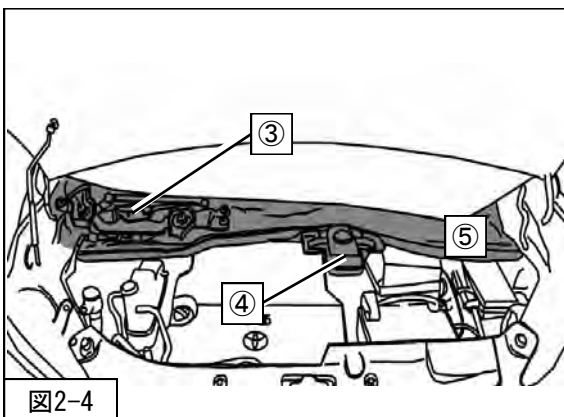

図2-4
9. ⑤カウルトップパネル（締付トルク：12N・m）を取付けてください。（図2-4）
10. ④ブレーキリザーバタンク（締付トルク：8N・m）を取付け、コネクターの接続と配線クランプをかん合させてください。（図2-4）
11. ③ワイパーモーター（締付トルク：5.5N・m）を取付け、コネクターの接続と配線クランプをかん合させてください。（図2-4）